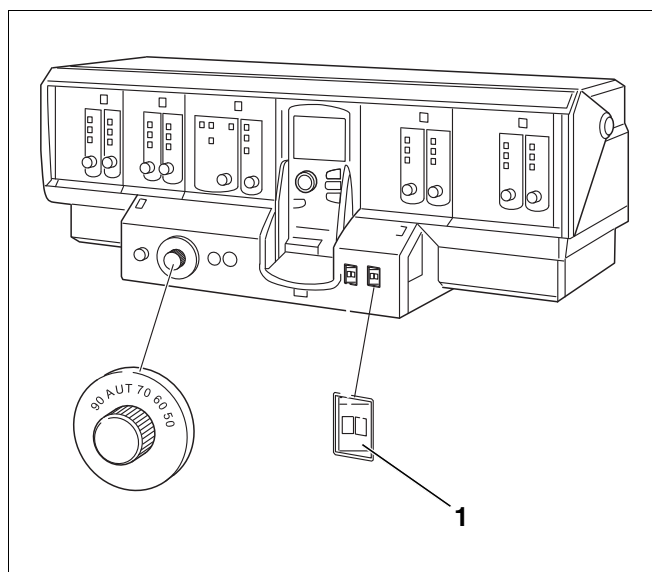

Fig. 49 Exemple Logamatic 4311
- Placer l'interrupteur de mise en marche (fig. 49, [1]) de l'appareil de régulation en position « 0 »